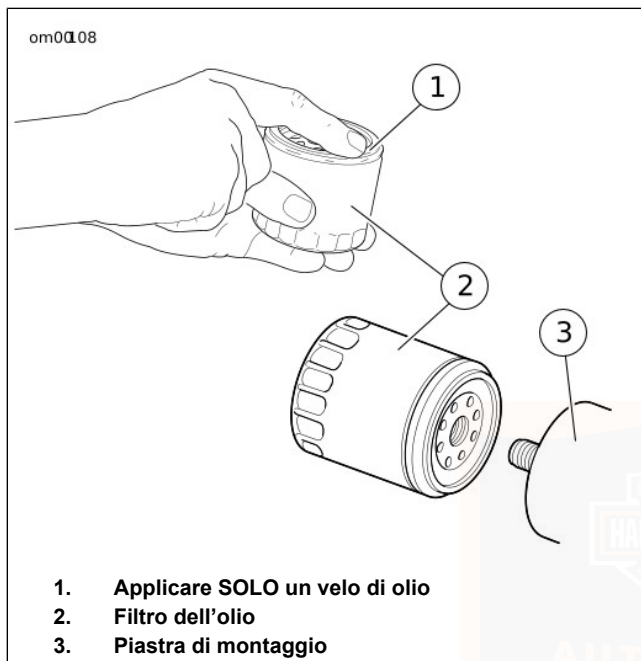

Figura 34. Applicazione di un velo di olio
6. Vedere Figura 34. Applicare un leggero strato di olio alla superficie di contatto della guarnizione sulla piastra di montaggio, sulla guarnizione stessa e sul nuovo filtro dell'olio.